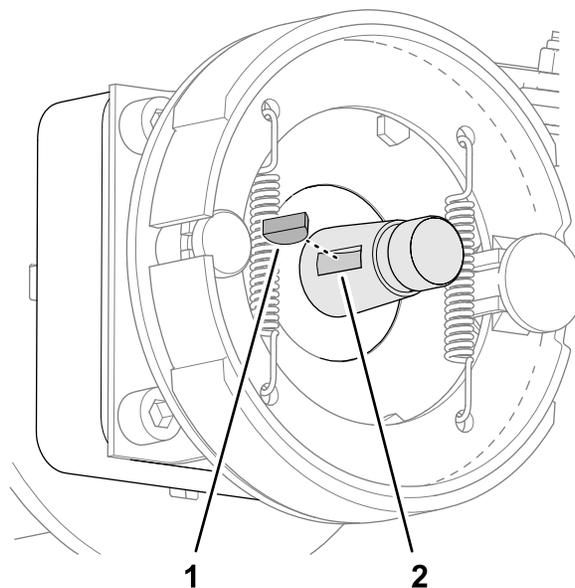

Figura 65
5. Retire a chave semirredonda do veio do motor das rodas (Figura 65).